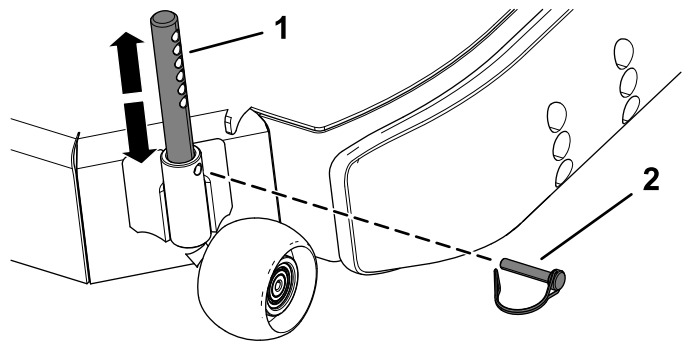

図 32
4. ローラピンからロックピンを抜き取る 図 32。
5. ローラピンを上または下に移動してロックピンで固定する 図 32。